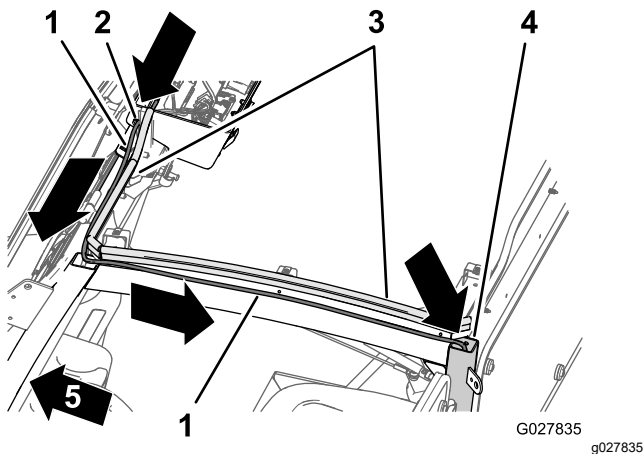

Bild 26
1. Verlegen Sie den Kabelbaum für die Scheibenwaschanlagenpumpe (Bild 26) an der Dachkonsole zur linken Seite und entlang des Schlauchs, den Sie in Verlegen des Schlauchs (Seite 10) angebracht haben.
2. Verlegen Sie den Kabelbaum nach hinten entlang des linken Rahmenkanals der Kabine (Bild 26).